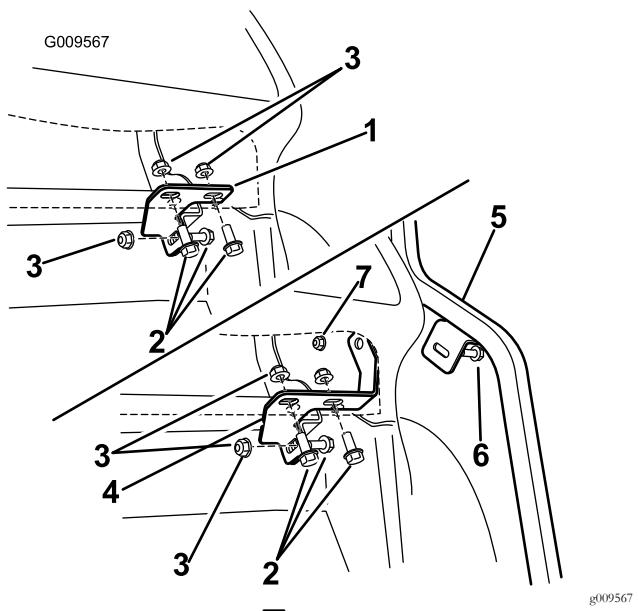

図4
3. ダッシュボードの右側の下のクロスチューブについているブラケットを探し出してダッシュボード下から外す図4。
- A. ダッシュボルト $5/16 \times 1$ インチを、右前サポートチューブ、ダッシュボード、ダッシュブラケットに通す図4。
- B. ブラケットとサポートチューブにフランジナット $5/16$ インチを取り付けて仮止めする図4。
- C. 以前に取り外した他の金具類も取り付けて、ダッシュブラケットをクロスチューブとフレームに仮止めする図4。